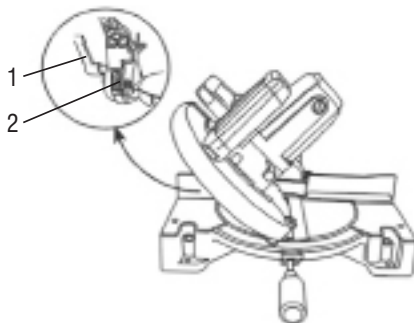

Fig. 23 – Inclinando el cabezote
- 1 - Gire la palanca (1) en el sentido contrario a los punteros del reloj, Fig. 23;
- 2 - Incline el cabezote para el ángulo deseado, vea en la escala (2);
- 3 - Trabe el cabezote girando la palanca (2) en el sentido de los punteros del reloj;